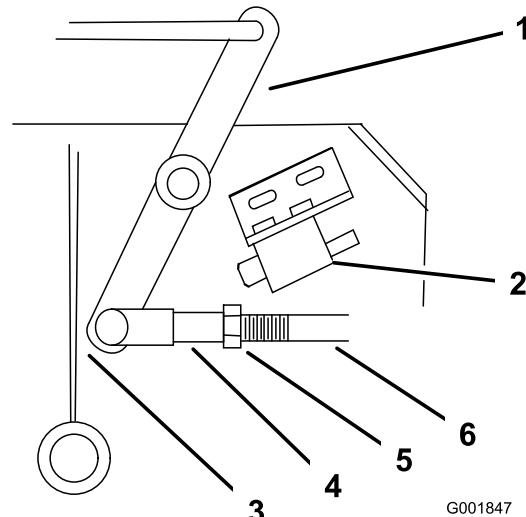

Figura 47
9. Afloje la tuerca de la horquilla (Figura 47).